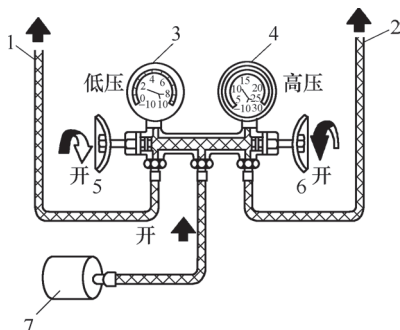

图 3-8 空调管路抽真空
2) 将高压表连接到储液罐的维修阀上，低压表连接到蒸发器至压缩机之间的低压管路维修阀上，中间软管连接到真空泵接口，如图 3-8 所示。